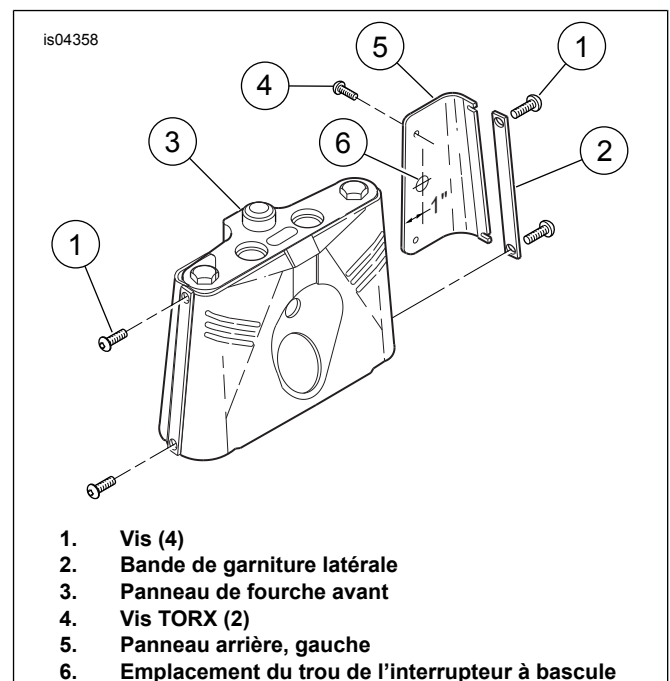
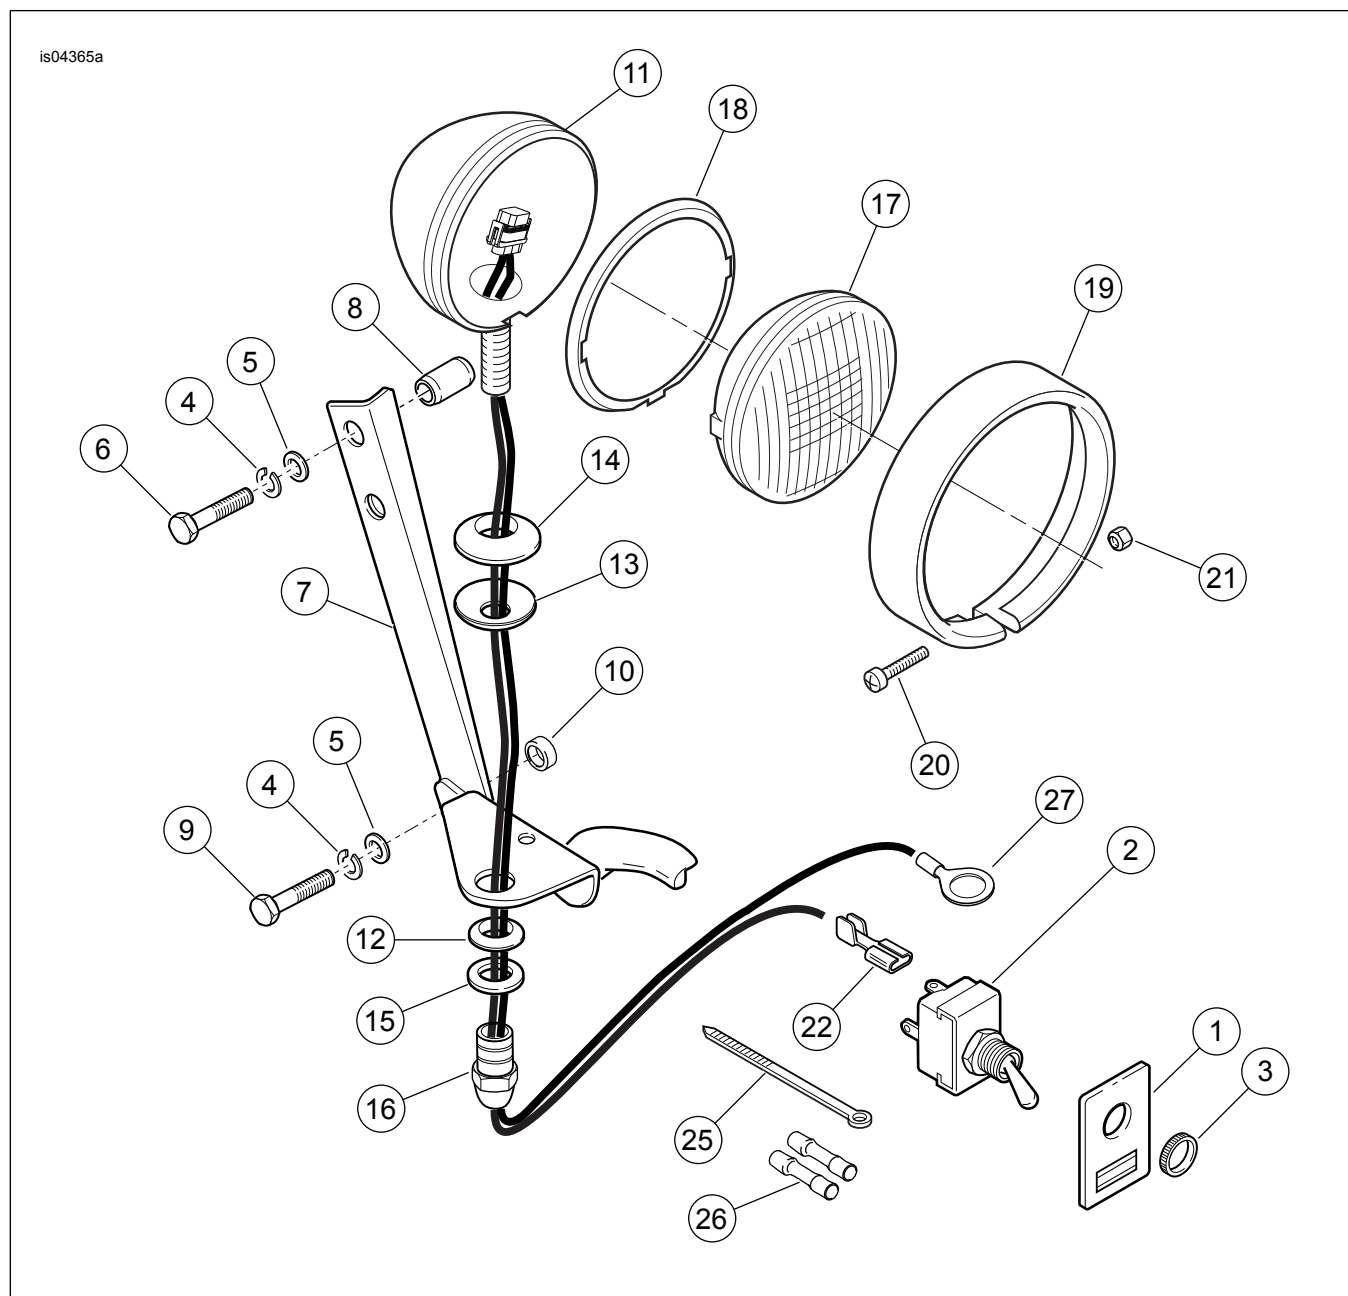

Figure 1. Trou de l'interrupteur à bascule
Figure 6. Pièces de rechange : Kit de feu auxiliaire
Consultez Figure 6 et Tableau 1 .
1. Consultez Figure 1 . Retirez et jetez deux vis (1) et des bandes de garniture latérales (2) de chaque côté du panneau de garniture de fourche (3).
2. Détachez les vis TORX[®] (4) et retirez le panneau arrière (5) du panneau de garniture de fourche avant. Retirez le bouchon du trou et jetez-le.
3. Consultez Figure 6. Apposer une étiquette adhésive (1) autour du trou percé (Figure 1 , Article 6). Monter l'interrupteur à bascule (2) dans le trou à l'aide d'un écrou moleté (3). Mettez le panneau arrière de côté pour le câblage ultérieur.
4. Placer la rondelle de blocage (4) et la rondelle (5) sur deux boulons (6). Insérez les boulons à travers les trous supérieurs du support (7) et à travers l'entretoise (8). Vissez à la main dans les trous supérieurs du support de fourche et à travers le panneau de garniture.
- Placer la rondelle de blocage (4) et la rondelle (5) sur deux boulons (9). Insérez les boulons à travers les trous supérieurs du support (7) et à travers l'entretoise (10). Vissez à la main dans les trous inférieurs du support de fourche et à travers le panneau de garniture.
- Fixer le boîtier du feu auxiliaire (11) au support à l'aide du matériel (12-16) dans l'ordre indiqué à Figure 6 .
- Consultez Figure 6. Retirez le fil d'alimentation attaché des fils du phare et fixez le connecteur (3) à la borne restante sur l'interrupteur à bascule (2).
- Sertir les deux fils noirs dans une extrémité d'une épissure en about. Utilisez une petite section du câble métallique (23), sertissez-la dans l'extrémité de l'épissure en about. Sertir l'extrémité finale dans la cosse à anneau (27).
8. Consultez Figure 1 . Fixer le panneau latéral gauche (5) au panneau de fourche avant (3) sous le côté gauche du support de feu auxiliaire.
9. Acheminez les fils de manière à ce qu'ils ne soient pas coincés entre le panneau de garniture et le support de fourche. Utilisez des sangles de câble (25) pour fixer les fils au support de fourche et au cadre de la moto.
6. Consultez Figure 6. Installez les feux auxiliaires (17) et des anneaux de garniture (19).